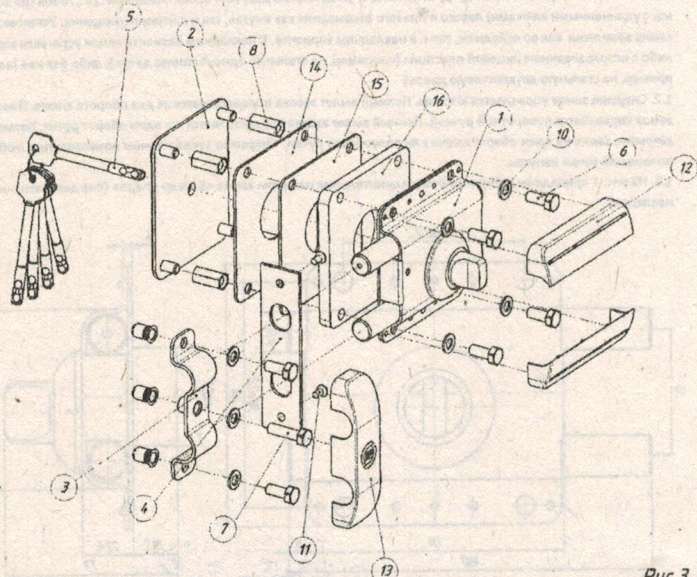

Рис. 3 Установка замка в накладном варианте без использования лицевой пластины.
2.2.3. На рис. 3 приведена схема установки замка «Барьер - Каре» в накладном варианте с использованием лицевой пластины.